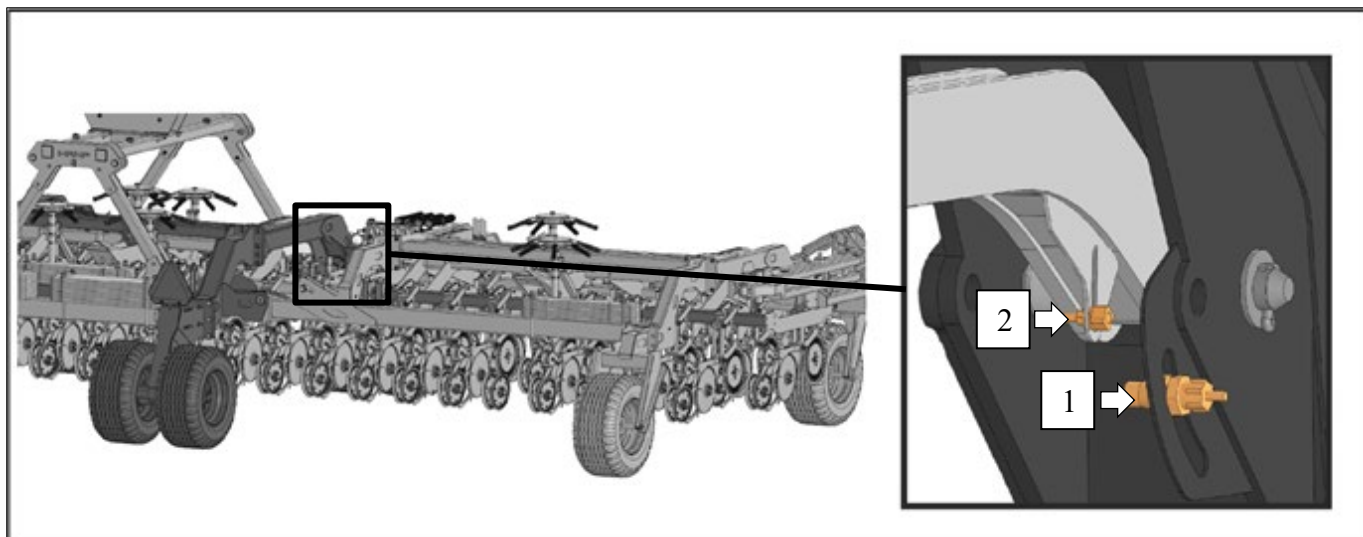

Рисунок 36 – Датчик положения рамы системы контроля высева:
Датчик положения рамы (1) монтируется на кронштейн несущей рамы высевающей секции и служит для автоматического включения и отключения электромуфты привода вариаторов, рис. 36.